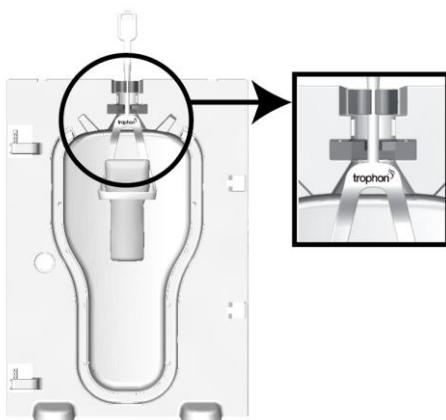

Figure 4
- **WUPH-A** Le trophon Wireless Ultrasound Probe Holder-A (WUPH-A) contient une sonde à ultrasons sans fil compatible dans la chambre du trophon. Il peut être utilisé avec les appareils trophon EPR et trophon2 (voir Figure 4 et Figure 5 respectivement).